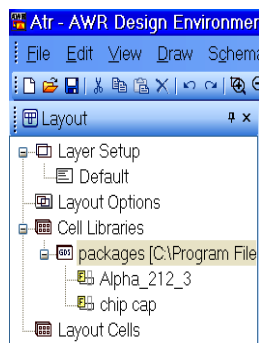

Рис. 3.51
3. В открывшемся окне найдите файл packages.gds по указанному выше адресу и дважды щёлкните по нему левой кнопкой мышки. Импортированная библиотека будет отображена в окне менеджера топологии как подгруппа в группе **Cell Libraries**, как показано на рис. 3.51.